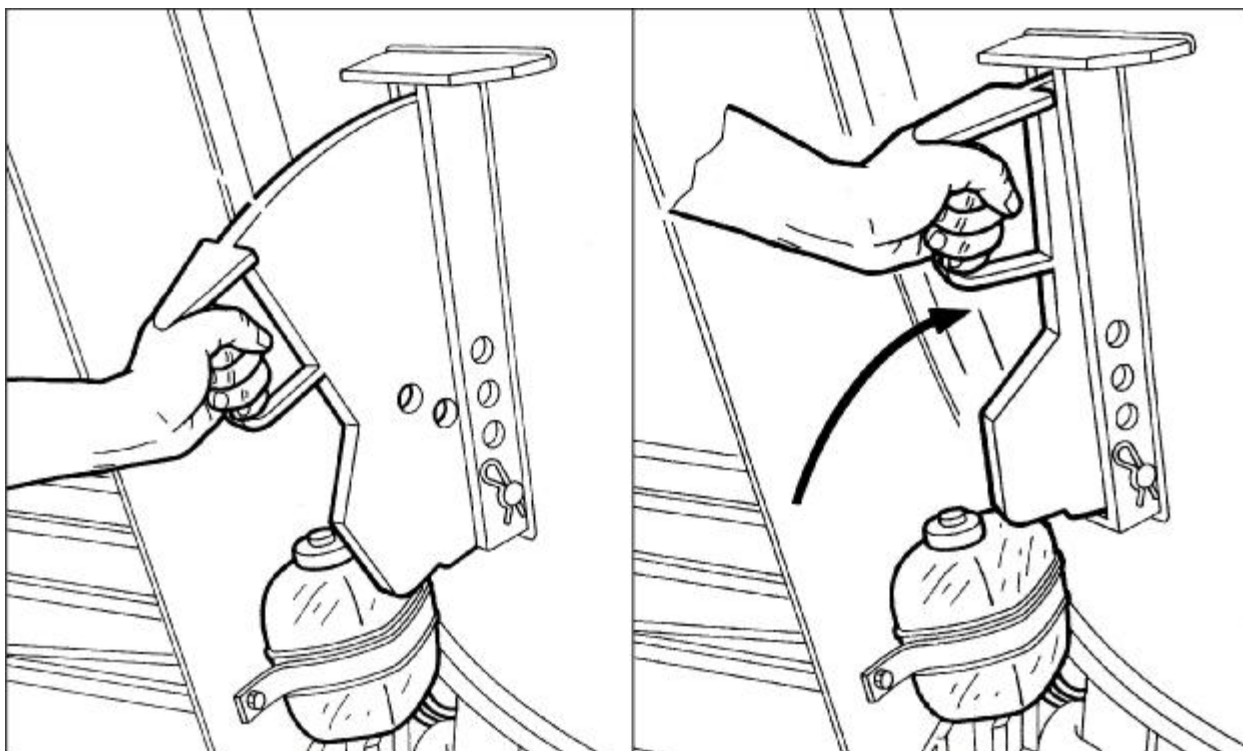

Рисунок 14 Противоножи
3. Ввести противоножи, вставив их до конца в бункер и зафиксировав специальными штырями (рис. 14).
5. Поднявшись по лестнице наблюдать за измельчением сухого корма. По достижении измельчения сена или соломы в мелкую фракцию (около 6-8см в длину) включить первую передачу на редукторе (описано выше), вынуть противоножи (рис.14) и продолжить загрузку других компонентов.